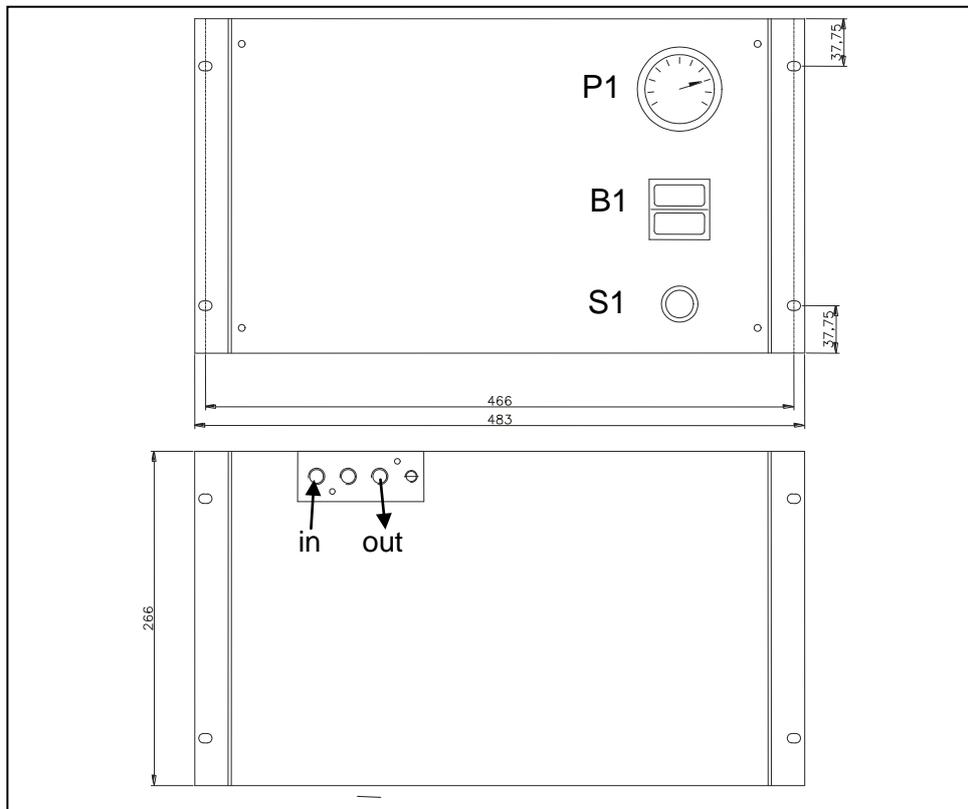

Abbildung 2 BA-C Luftaufbereitungseinheit
- Eingestellte Soll-Temperatur von 500°C an Temperaturregler (s. Abb. 2) kontrollieren;